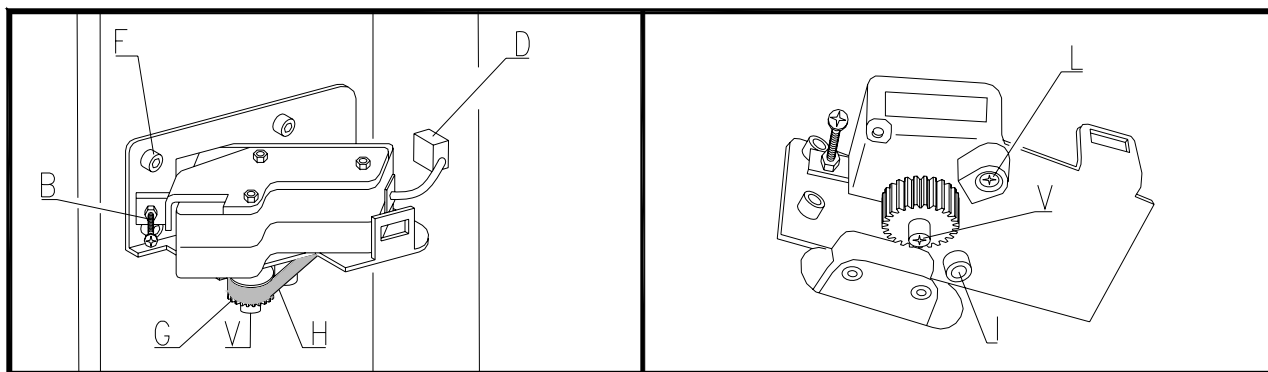

FIG. 18
Les moteurs qui contrôlent les portillons de prélèvement peuvent être remplacés en suivant la procédure indiquée ci-dessous (voir également la FIG. 18):
4. Desserrer les vis qui se trouvent sur la bride porte-moteur, pos. I et pos. L (FIG. 18);
5. Régler la position du moteur en agissant sur la vis qui se trouve au-dessus du moteur même, pos. B (FIG. 18) jusqu'à ce que la courroie n'atteigne la tension désirée.
3. Extraire la petite courroie (pos. H - FIG. 18);